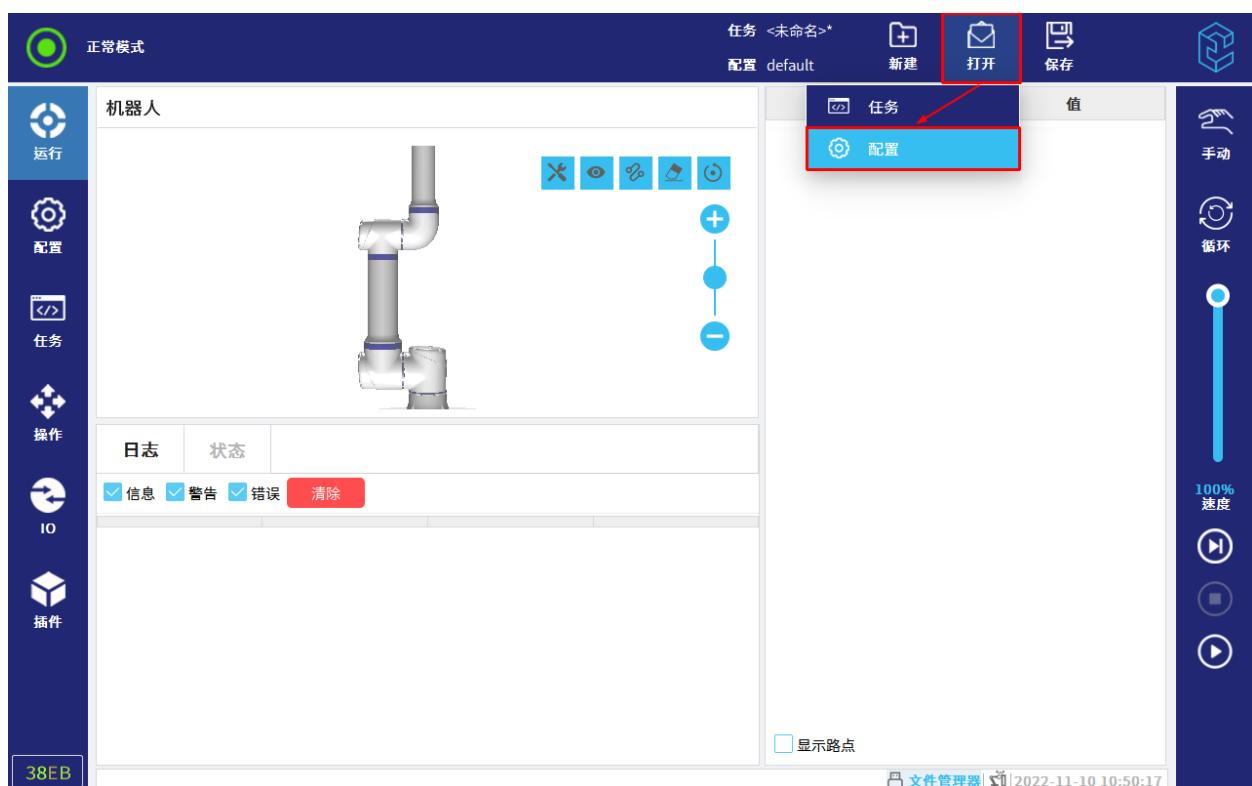

图 8-7 打开配置文件
- 在任务和配置管理器中，点击“打开”，然后选择“配置”，如图 8-7 所示。